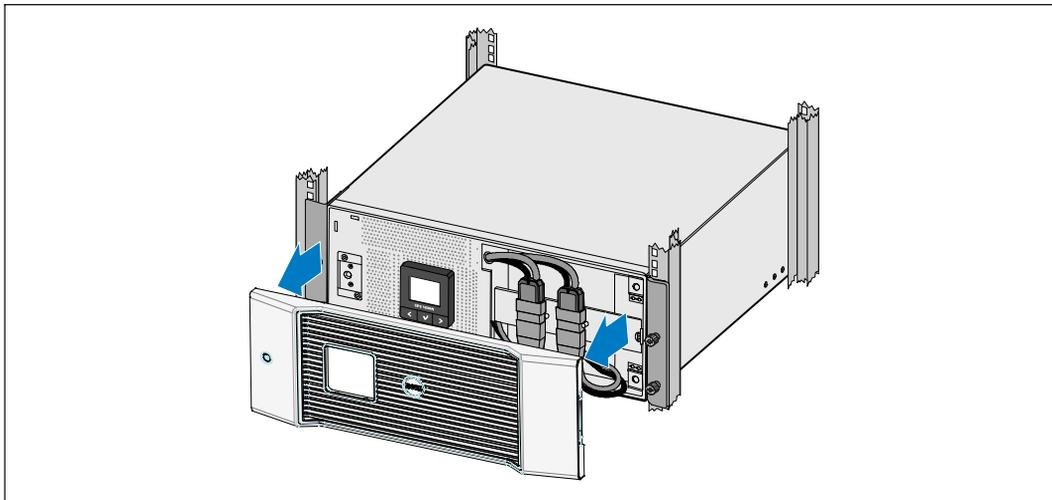

Figura 24. Extracción la cubierta frontal del UPS
- 3 Retire la cubierta frontal del UPS (ver Figura 24).